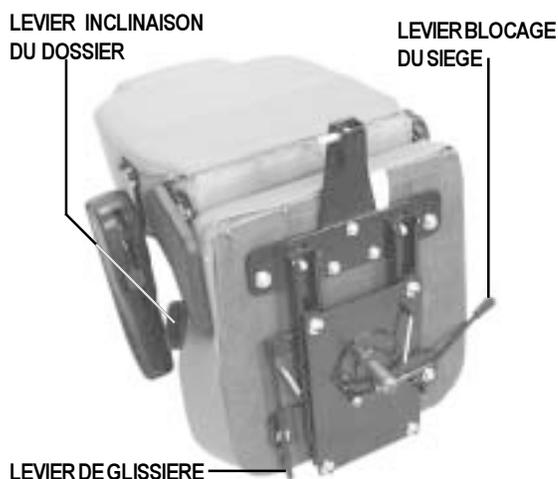

Figure 16. Réglages Du Siège
Votre scooter est équipé d'une glissière à siège de type automobile. Vous pouvez déplacer le siège vers l'avant ou vers l'arrière. Voir la figure 16.
Le levier permet de bloquer le siège dans l'une des 8 positions. Voir la figure 16.
1. Tirez sur le levier pour débloquer le dossier. Voir la figure 16.